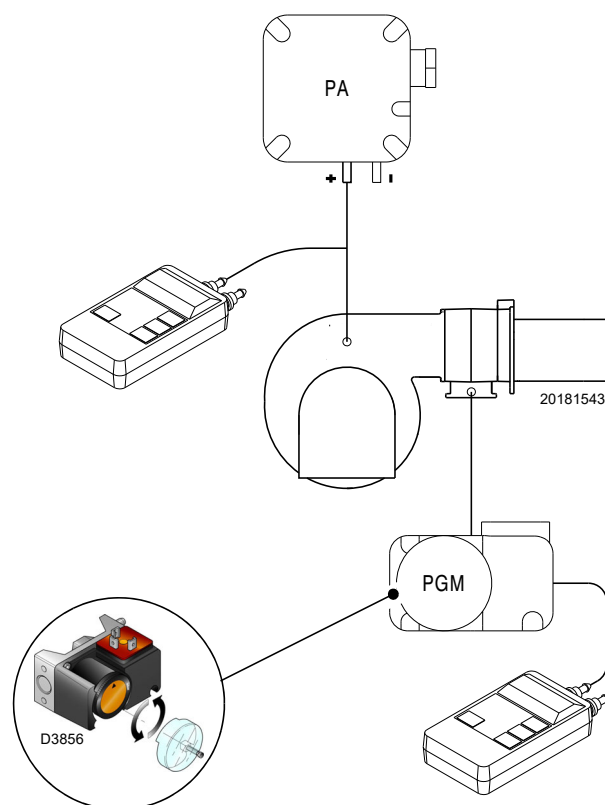

图 30
- ▶ 调节最小燃气压力开关 (图 30 页 35) 至量程的起始位置。
在完成所有其他燃烧器调整后，调整最大气体压力开关（图 30），并将最大气体压力开关设置在刻度的末端。